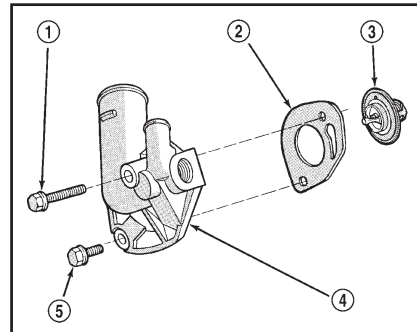

Рис. 37 Снятие и установка термостата – двигатель 4,0 л
4. Открутите крепежные болты кожуха термостата, снимите кожух термостата, прокладку и термостат (рис. 37). Выбросьте старую прокладку.